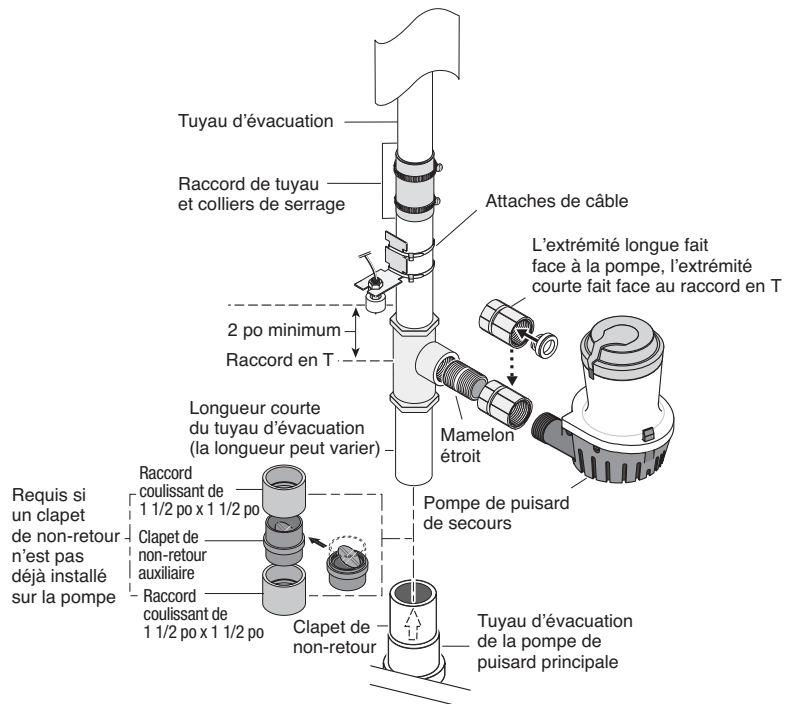

FIGURE 5 : INSTALLATION - MÉTHODE B
1. Faites une deuxième coupe dans le tuyau d'évacuation à la marque de crayon effectuée à l'étape 1 et mettez de côté le morceau coupé du tuyau d'évacuation. Voir Figure 5.
**REMARQUE :** Un clapet de non-retour doit être installé dans la décharge de la pompe de puisard principale entre le raccord en T et la pompe de puisard principale. Cela empêchera la recirculation dans la pompe principale lorsque la pompe de puisard de secours se mettra en marche. Voir la figure 5.